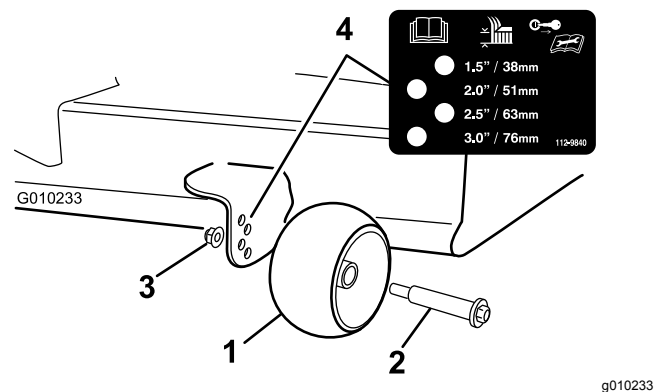

Bild 18
3. Stellen Sie die Antiskalpierrollen so ein, dass sie der nächsten Schnitthöheneinstellung entsprechen (Bild 18).